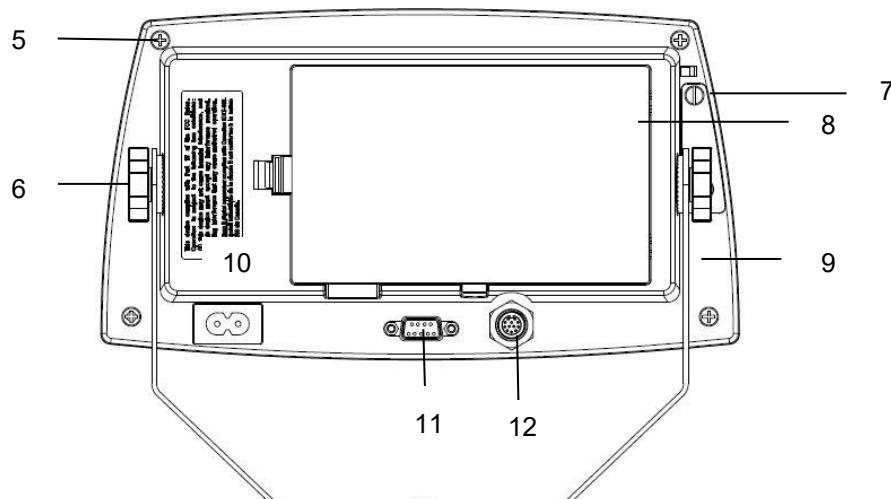

Figure 1-1 Indicateur TD52P
Les bases Ohaus avec connecteur pourraient être montées sur un EasyConnect™ connecteur de cellule de charge externe (Figure 1-1, élément 12). Pour effectuer la connexion, brancher le connecteur de base sur le connecteur de cellule de charge externe. Tourner ensuite la bague de verrouillage du connecteur de base dans le sens horaire. Se référer à la section 2.3.2 pour les bases sans connecteur.
Connecter le câble optionnel RS232 au connecteur RS232 (Figure 1-1, élément 11).
Connecter le cordon d'alimentation AC (fourni) au réceptacle d'alimentation (Figure 1-1, élément 10), connecter ensuite la fiche AC dans une sortie électrique.
3. Retirer le connecteur du métal du terminal (Figure 1-1, élément 12) à partir du boîtier arrière (cercle vert).